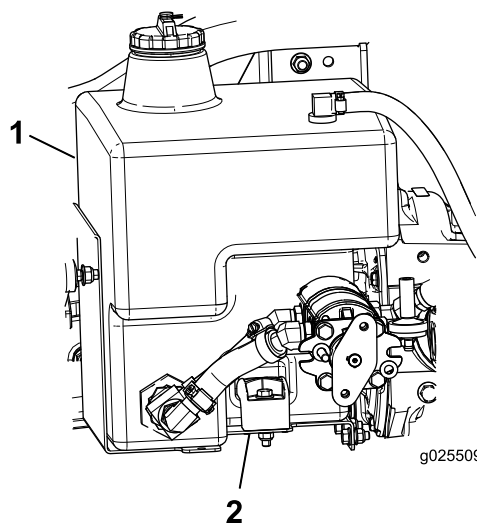

Figura 4
2. Retire el acoplamiento recto para que el fluido se drene (Figura 4 y Figura 11). Deseche el acoplamiento recto.
3. Retire el perno y el soporte que sujetan el depósito hidráulico (Figura 4).